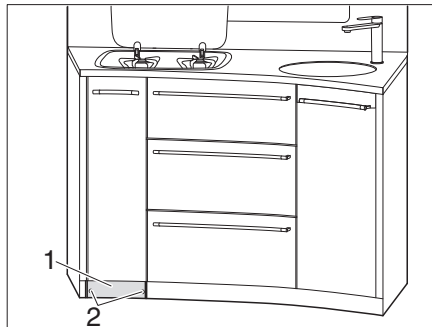

Bild 123 Skruva av sockel
- Skruva av 2 skruvar (Bild 123,2) på sockeln (Bild 123,1).
- Ta av sockeln (Bild 123,1).